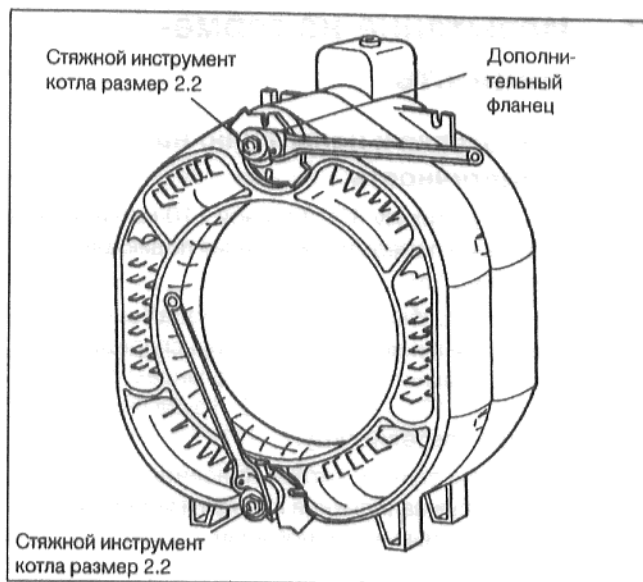

рис. 14
Применить стяжной инструмент котла размером 2.2 (рис. 1, рис. 14).
- Продеть одну стягивающую штангу через верхнюю, а другую стягивающую штангу - через нижнюю ступицу котла (рис. 14).